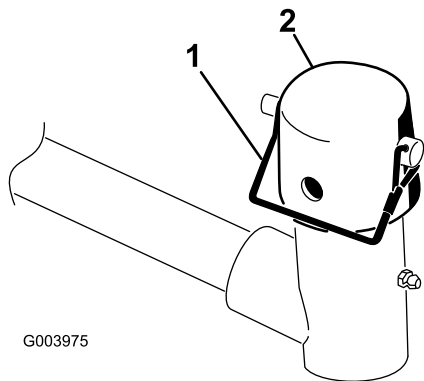

Figure 3
3. Sur le bras de levage de chaque unité de coupe, retirez la goupille à anneau qui fixe le capuchon sur la chape de pivot du bras et déposez le chapeau (Figure 3).